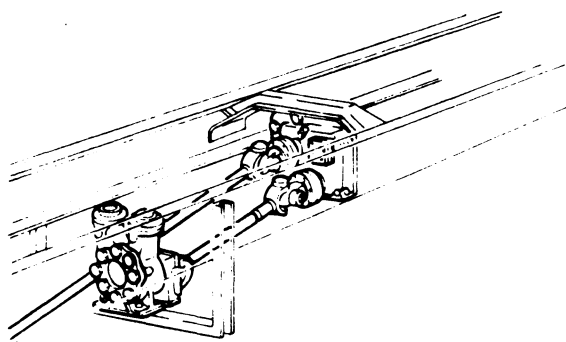
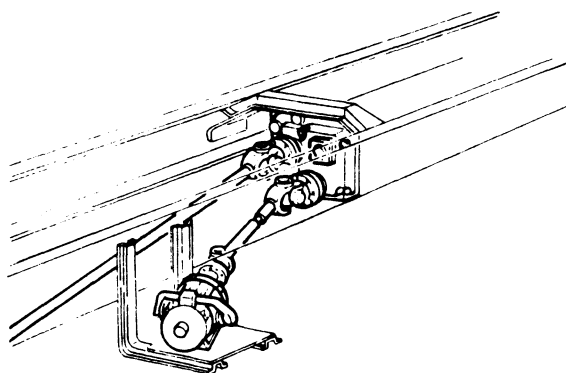

Fig. 11a
Fig. 12a
- de montage van de assen (Z-vorm Fig. 11a en 11b, W-vorm Fig. 12a en 12b) moeten dusdanig zijn dat